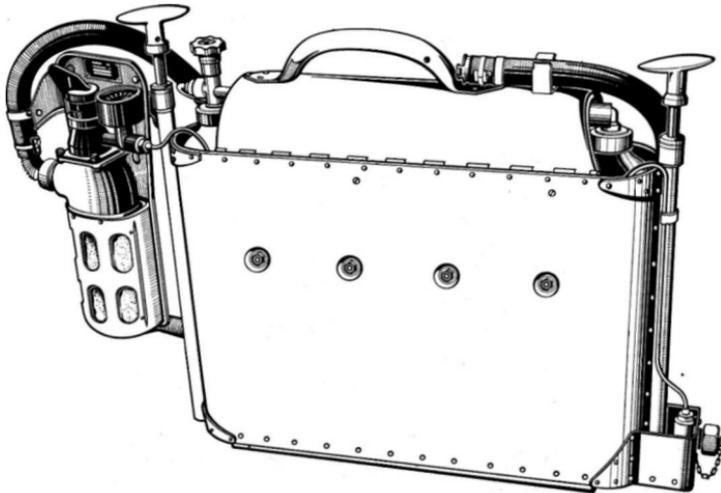

Abb. 128. Einsetzbare Höhenatmeranlage FI 30 455
2. Einsetzbare Höhenatmeranlage (Abb. 128).